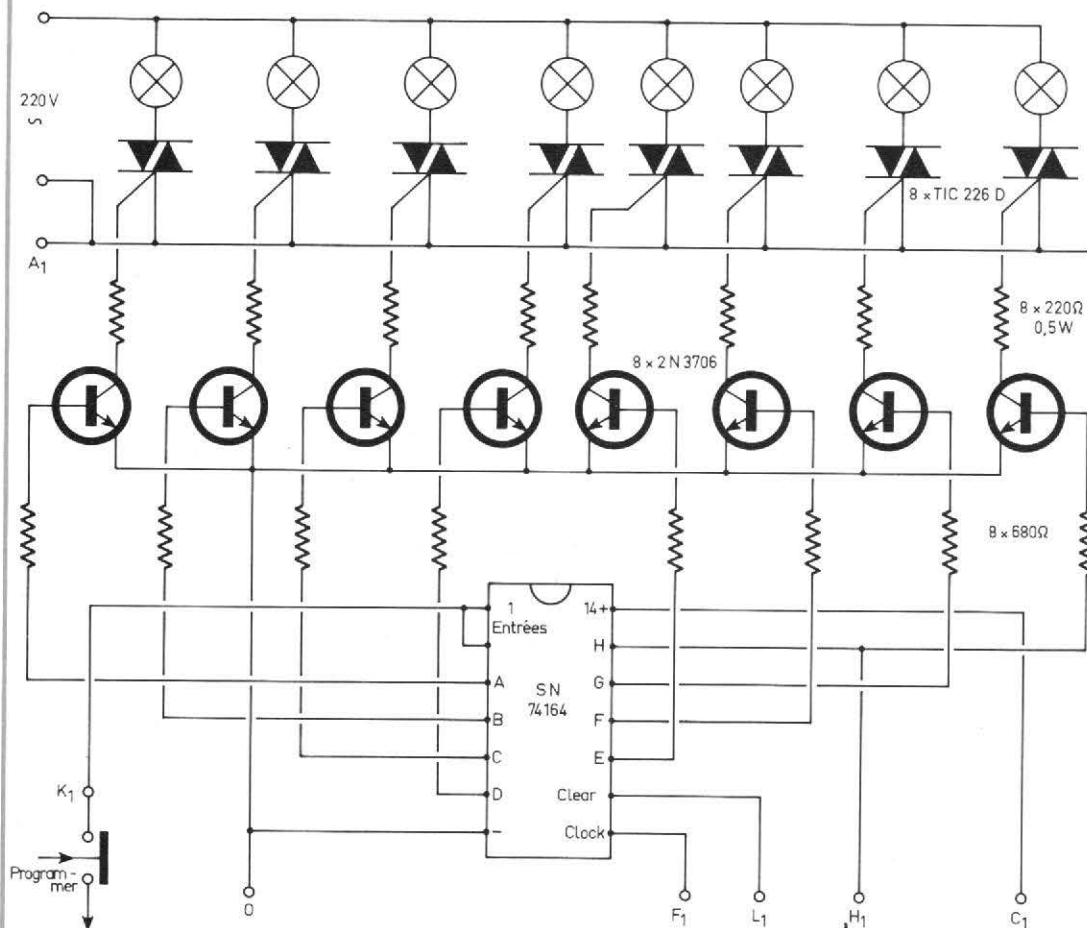

Fig. 8. - Utilisation d'un registre à 8 étages. Ce circuit est compatible avec ceux des figures 3 à 5.
La figure 8 montre le circuit d'utilisation de ce registre. Le dessin a été disposé de manière qu'on puisse établir le plan d'implantation d'une façon presque immédiate. Il reste à remarquer que ce registre ne possède pas d'entrée « preset ». Cela n'a d'ailleurs une importance que si on l'utilise (fig. 7) en premier lieu car, sur tous les registres suivants, l'entrée « preset » ne sert, de toute façon, à rien. Ainsi aucune modification du schéma n'est nécessaire si on utilise un SN 7496 en premier lieu et des SN 74164, on peut « programmer » en appliquant simplement un « 1 » à l'entrée du registre, c'est-à-dire en ouvrant la connexion correspondante par une touche (fig. 8, en bas). Les éléments Cb3 et R5 du schéma de la figure 3 deviennent alors inutiles et, en position « défilement », l'allumage n'étant plus automatique, dès la mise sous tension il faut le programmer manuellement.
La combinaison de registres de 5 à 8 étages peut donc avoir un certain avantage. Seulement, cela fait 13 ampoules, nombre dont vous ne voulez peut-être en aucun cas. Or il est parfaitement possible de le ramener à 12, par exemple en connectant la sortie H1 (fig. 8), non pas sur le plot H, mais sur le plot G du registre. On en utilise alors que 7 étages et il est, bien entendu, inutile d'installer un transistor et un triac sur le 8e (H). De cette façon, il est possible d'obtenir un nombre quelconque de commandes et rien n'empêche l'installation d'un commutateur permettant de modifier ce nombre à tout instant.